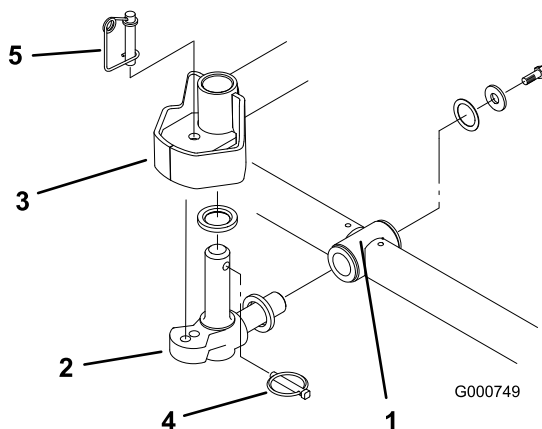

図 5
6. スラスト・ワッシャを、ピボット・ナックルの水平シャフトに差し込む（図5）。
7. ピボット・ナックルの水平シャフトをキャリア・フレームの取り付け穴に差し込む(図 5)。
8. スラスト・ワッシャ、平ワッシャ、フランジヘッドネジを使って、ピボット・ナックルをキャリア・フレームに固定する(図 5)。
9. ピボット・ナックルの垂直シャフトにスラスト・ワッシャを差し込む(図 5)。
10. ピボット・ナックルの垂直シャフトを外している場合には、ここで昇降アームのピボット・ハブに差し込む(図 5)。昇降アームのステアリング・プレートの下にある2枚のゴム製センタリングバンパーの間に、ピボット・ナックルを挟む。
11. ピボット・ナックルのシャフトに付いている穴にリンチ・ピンを差し込む(図 5)。
**注** カッティングユニットを固定モードで使用する場合には、ステアリング・ロック・ピンをピボット・ナックルの取り付け穴に差し込んでください(図 5)。
14. ステアリング・ロック・ピンの下にスプリングを掛ける(図 5)。